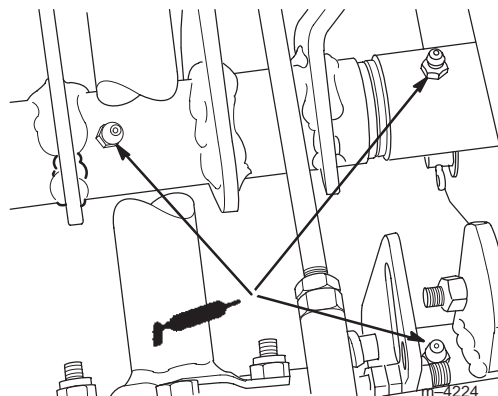

Bild 38
4. Fetten Sie die drei Schmiernippel ein (Bild 38).